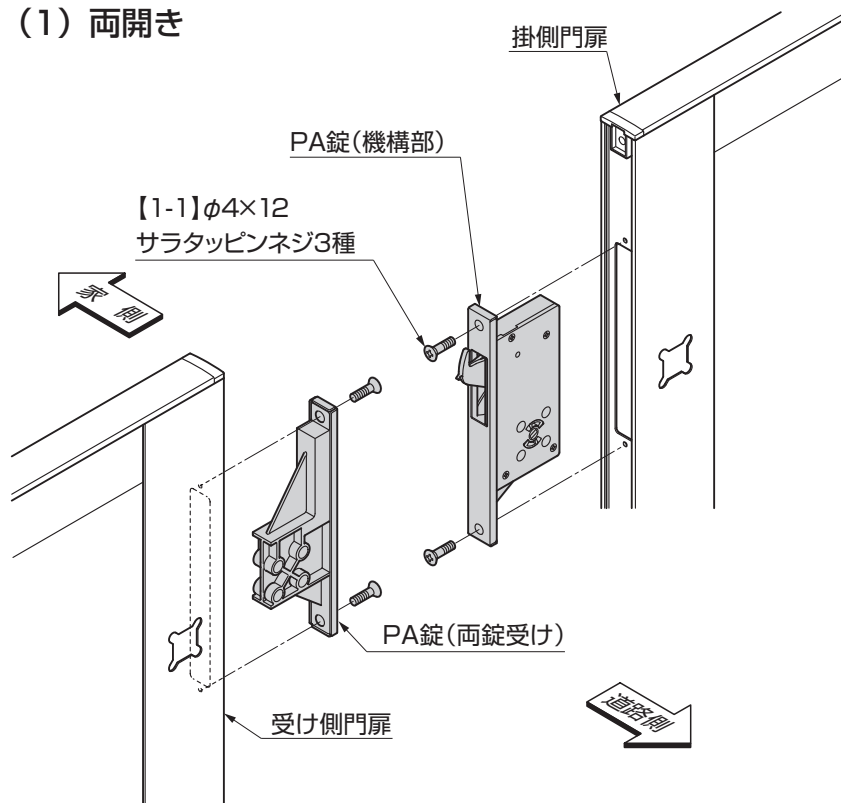

図3-1
①図3-1にしたがってPA錠（機構部）、PA錠（両錠受け）を【1-1】で取付けてください。